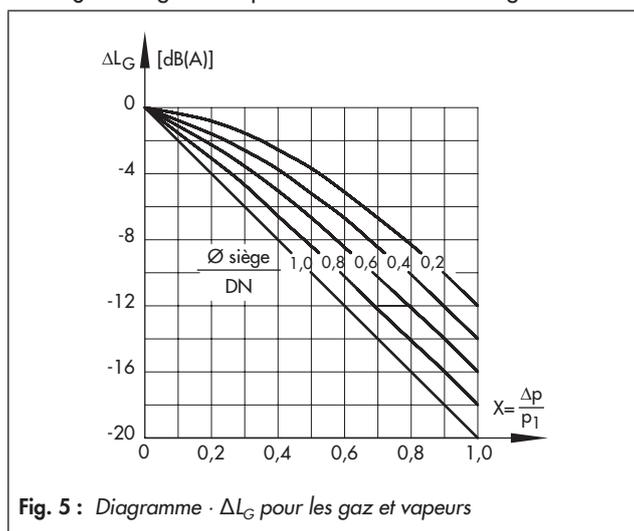

Fig. 5 : Diagramme · ΔL_G pour les gaz et vapeurs
– ΔL_G · Pour gaz et vapeurs : valeurs selon la Fig. 5